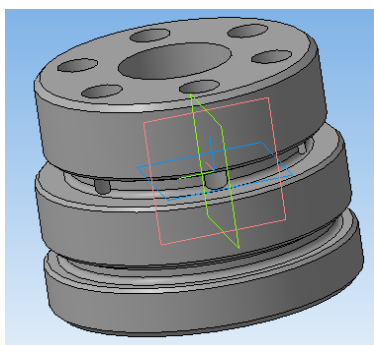

Рис. 9
**Задание 2.** Выполнить трехмерную модель детали с использованием массива элементов по концентрической сетке (без соблюдения размеров) (рис. 9, 10).